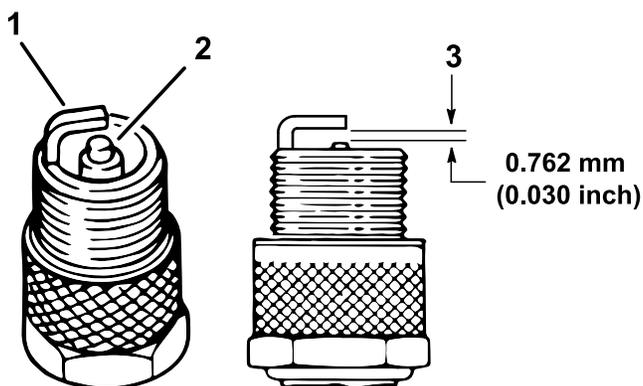

Рисунок 43
4. Проверьте состояние бокового электрода, выровняйте по центру электрод и выровняйте по центру изолятор электрода, чтобы избежать повреждений (**Рисунок 43**).
5. Установите воздушный зазор между центральным и боковым электродами на 0,76 мм, как показано на **Рисунок 43**.